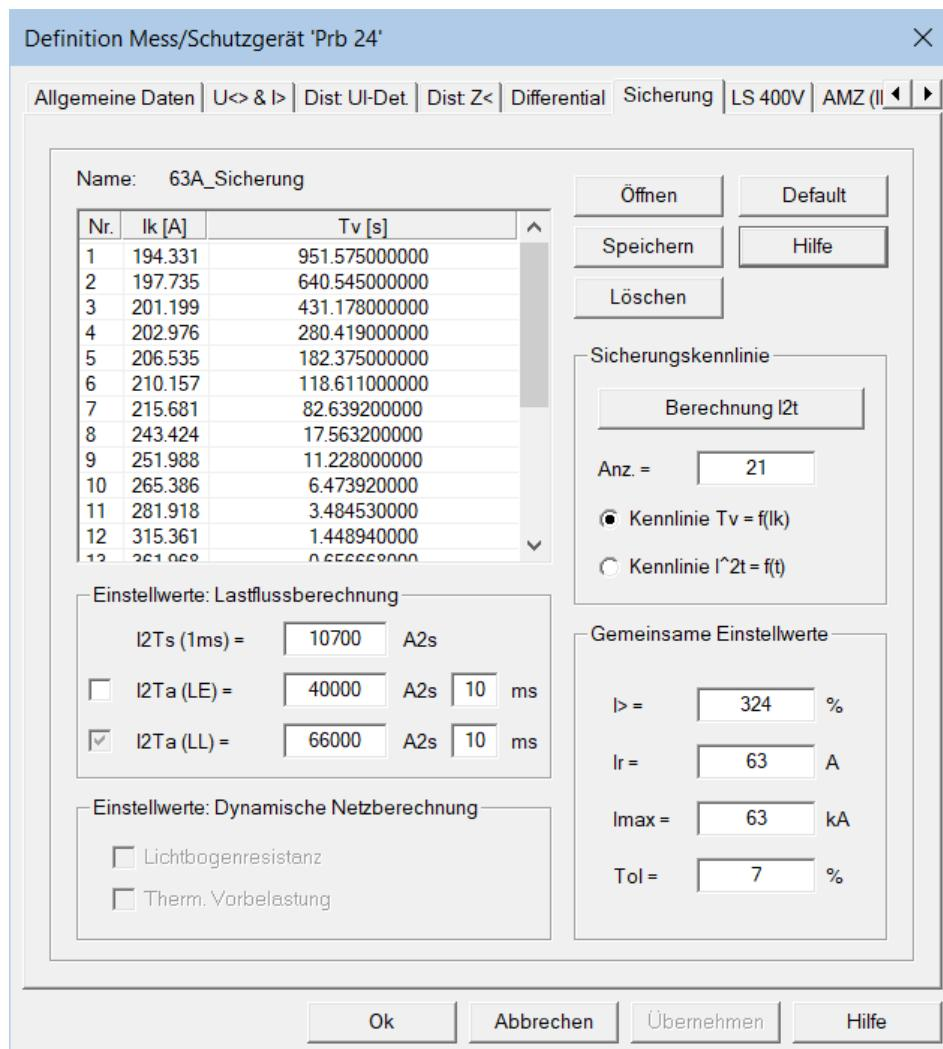

Abbildung 197: Einstelldialog Sicherung
<p>Ausschaltintegral <math>I^2t_a</math> bei einer wiederkehrenden Spannung vom Betrag der Leiter-Erd-Spannung des Netzes</p> <p>Bezeichnet den Stromwärmewert in A2s, der bis zur endgültigen Unterbrechung des Stromflusses (nach Lichtbogenlöschung) wirken kann. Die wiederkehrende Spannung ist dabei abhängig von der Fehlerart und der Netzform.</p> <p>Hersteller geben einen maximalen <math>I^2t_a</math>-Wert im Bereich kleiner Schmelzzeiten an. Der zugehörige Zeit-Grenzwert (in Abbildung 197 <math>t_{vs} \leq 10 \text{ ms}</math>) muss zusätzlich angegeben werden. In diesem Zeitbereich kann so im Rahmen der stationären Netzberechnung eine maximale Ausschaltzeit <math>t_{a,max} = I^2t_a / I_k^2</math> berechnet werden. Für größere Schmelzzeiten bis zu <math>t_{vs} = 100 \text{ ms}</math> wird die Ausschaltzeit angenähert. Darüber hinaus kann mit guter Genauigkeit <math>t_a = t_{vs}</math> angenommen werden.</p>
I2Ta (LE)	<p>Ausschaltintegral <math>I^2t_a</math> bei einer wiederkehrenden Spannung vom Betrag der Leiter-Erd-Spannung des Netzes</p> <p>Bezeichnet den Stromwärmewert in A2s, der bis zur endgültigen Unterbrechung des Stromflusses (nach Lichtbogenlöschung) wirken kann. Die wiederkehrende Spannung ist dabei abhängig von der Fehlerart und der Netzform.</p> <p>Hersteller geben einen maximalen <math>I^2t_a</math>-Wert im Bereich kleiner Schmelzzeiten an. Der zugehörige Zeit-Grenzwert (in Abbildung 197 <math>t_{vs} \leq 10 \text{ ms}</math>) muss zusätzlich angegeben werden. In diesem Zeitbereich kann so im Rahmen der stationären Netzberechnung eine maximale Ausschaltzeit <math>t_{a,max} = I^2t_a / I_k^2</math> berechnet werden. Für größere Schmelzzeiten bis zu <math>t_{vs} = 100 \text{ ms}</math> wird die Ausschaltzeit angenähert. Darüber hinaus kann mit guter Genauigkeit <math>t_a = t_{vs}</math> angenommen werden.</p> <p>Ist die zugehörige Checkbox ausgewählt, wird über ein angenähertes Verfahren geprüft, ob hier Leiter-Erd-Spannung anzunehmen und damit I2Ta (LE) bei der Berechnung der Ausschaltzeit zu verwenden ist. Gemäß Standard-Einstellung wird allerdings immer das höhere Ausschaltintegral I2Ta (LL) verwendet (Checkbox nicht ausgewählt).</p> <p>„Stromintegral über der Ausschaltzeit der Sicherung. Allgemeine Angaben sind meist gültig für Schmelzzeiten kleiner 5 ms, das heißt,</p>